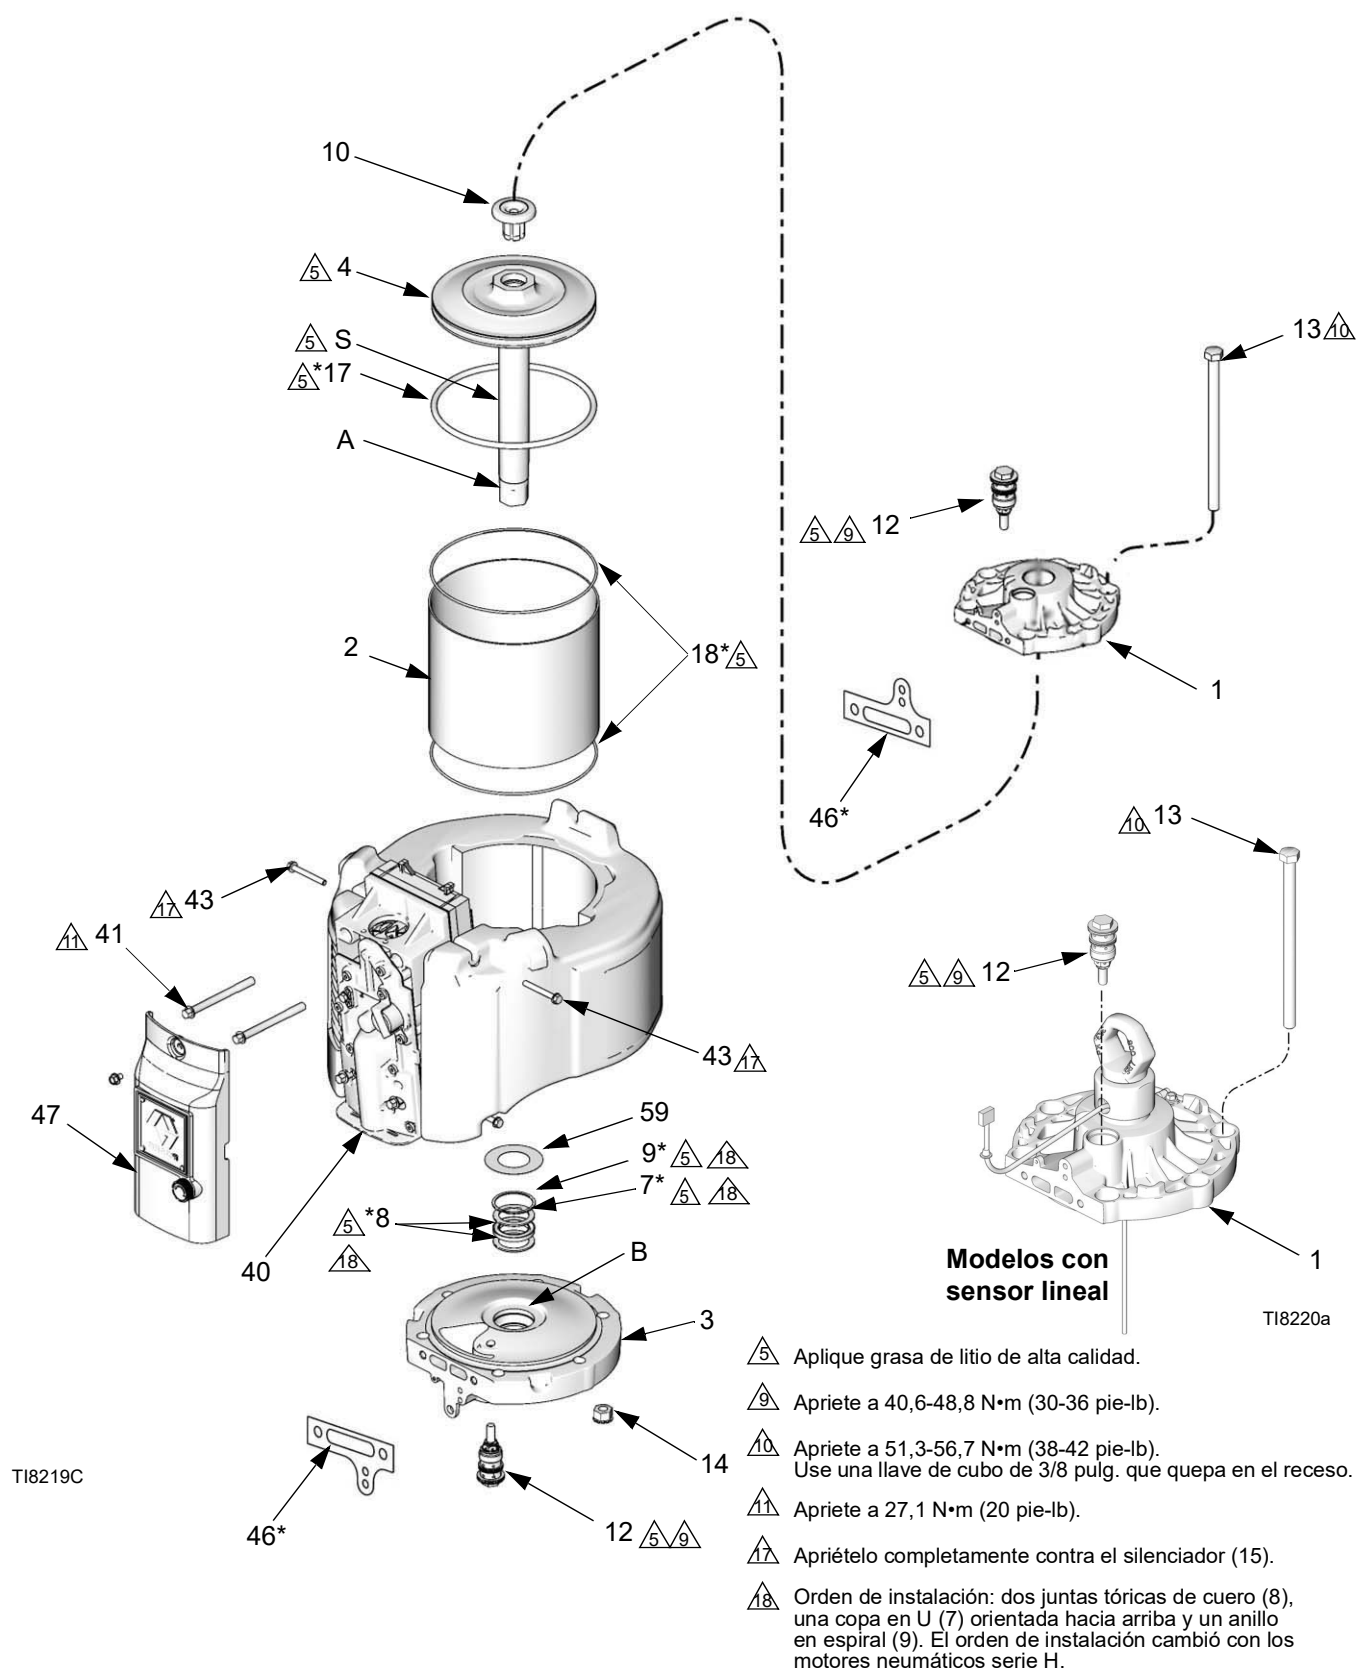

FIG. 12. Reparación del motor neumático
5. Retire la cubierta exterior de la válvula (47). Vea la FIG. 12.
6. Retire los cuatro tornillos (43) y el silenciador (15).
7. Retire los dos tornillos superiores de la válvula de aire (41). Afloje pero no saque completamente los dos tornillos inferiores (41). Inclíne la válvula de aire (40) para facilitar el desarmado.
8. Retire los pernos de unión (13). Use una maza de caucho y golpee la parte inferior de la tapa superior (1) para separarla. Levante la cubierta superior del motor.
9. Desconecte el motor neumático de la base de bomba (consulte el manual de la bomba suministrado por separado). Deje el adaptador del eje del pistón (R) sujeto al eje (S).
10. Empuje el conjunto del pistón (4) hacia afuera por la parte superior del cilindro (2).
11. Inspeccione la junta tórica del pistón (17). Verifique el pistón (4) y el eje del pistón (S) en busca de rayaduras o daños. El pistón de repuesto (4) incluye el pistón, eje (S), adaptador (A) y amortiguador (10).
12. Retire el cilindro (2). Verifique la superficie interior en busca de rayaduras u otros daños. Sustituya si estuviera dañado.
13. Retire el amortiguador (59), anillo de retención (9), empaquetaduras de refuerzo (8) y empaquetadura en V (7) de la cubierta inferior (3). Inspeccione estas piezas en busca de desgaste o daños. Inspeccione si el cojinete (B) está en su lugar (se acepta un rayado leve). Si el cojinete está dañado, sustituya la cubierta inferior (3).
1. Vea la FIG. 12. Instale las dos empaquetaduras de refuerzo (8*) y luego las empaquetaduras en V (7*) con los labios hacia arriba. Luego instale el anillo de retención (9*) en la cubierta inferior (3). Lubrique las empaquetaduras. Instale el amortiguador (59).